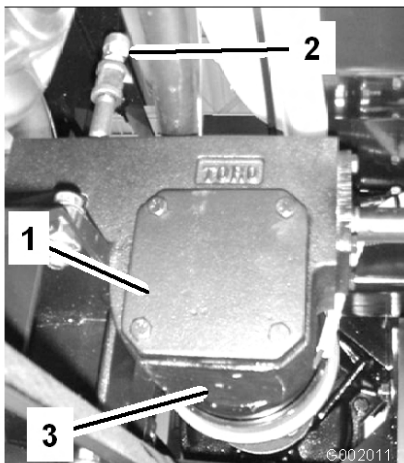

Bild 68
2. Stellen Sie eine Wanne unter die Ablassschraube am Pumpenantriebsgetriebekasten (Bild 68).
3. Nehmen Sie die Einfüll- und Ablassschraube (Bild 68) ab, damit das Öl in die Wanne ablaufen kann.